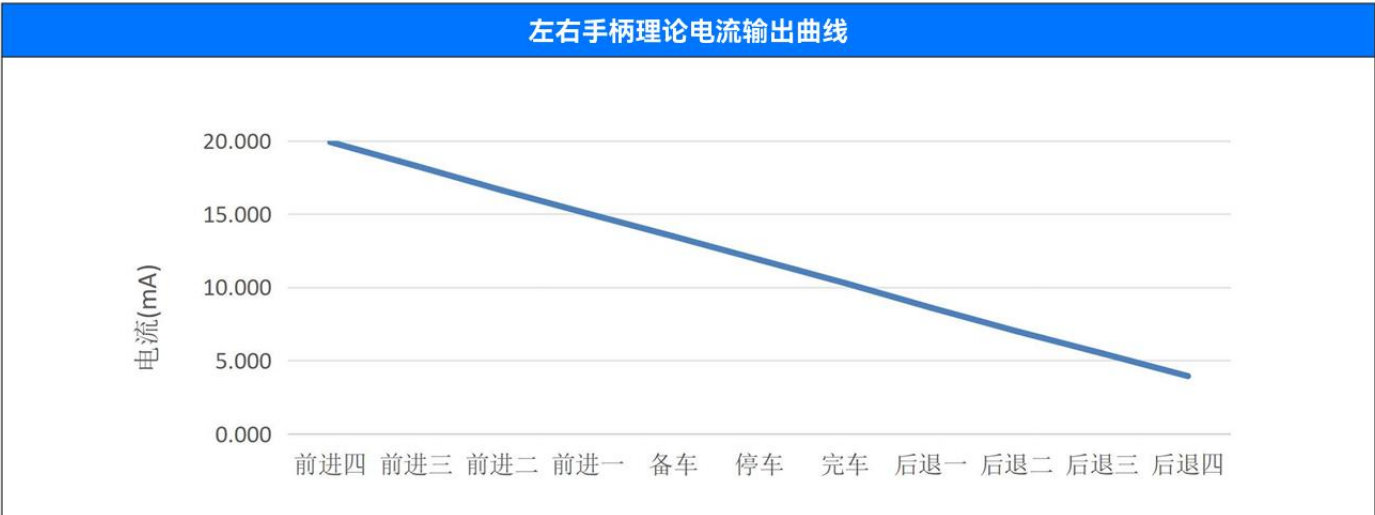

图2.1
5. 输出方式：4~20mA 线性输出，与刻度呈线性关系，理论输出如图2.1，实际输出见产品出厂检验报告。
- 2.接通电源，按图1.4所示接线，推动手柄杆，端子1、2之间电阻读数为图2.1中连续线性变化的输出值。背光灯正常发光，检验完成后，将手柄杆置于0刻度处。